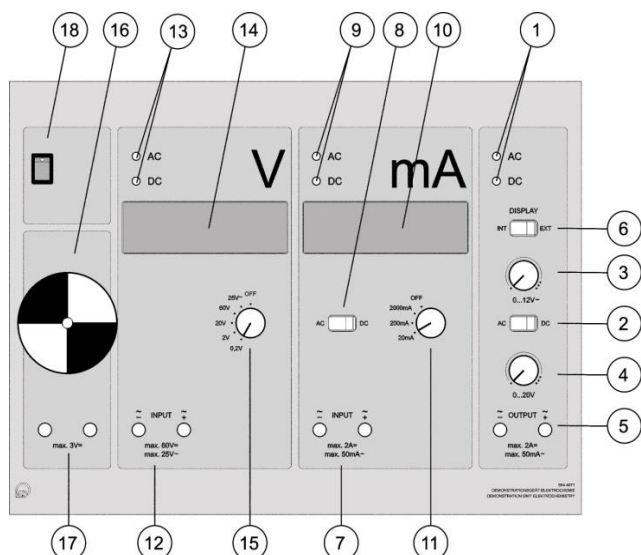

Abb. 3: Skizze des Demonstrationsgeräts.
Am Netzteil Kippschalter (2) in Stellung AC (Wechselstrom) bringen, ebenso der Kippschalter am Messgerät (8). Die Messanzeige des Netzteils einschalten (Umschalter (6)) (vgl. Abb. 3).